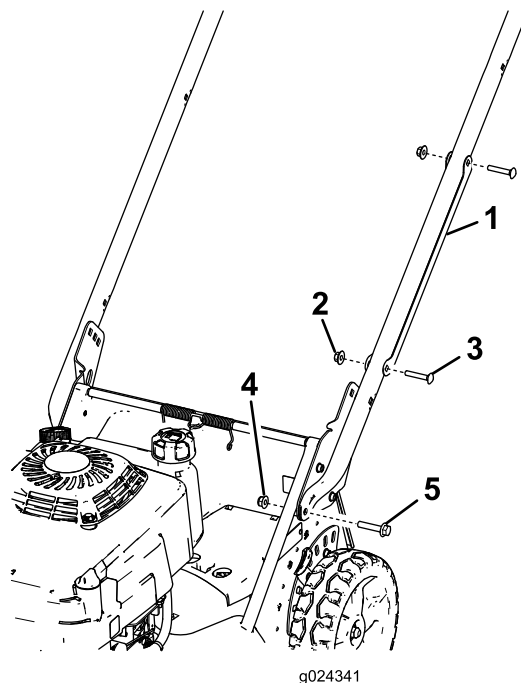

Figura 3
1. Retire los 2 pernos de cuello cuadrado y las 2 arandelas que sujetan el protector de cable al manillar, y retire el protector del cable del manillar (Figura 3).
2. Instale los extremos del manillar en la carcasa de corte con 2 pernos de cabeza hexagonal con arandela prensada (5/16" x 1½") y 2 tuercas con arandela prensada (5/16"), según se muestra en Figura 3.
1. Perno de cuello cuadrado – 5/16" x 1½" (2)
2. Soporte del manillar (2)
3. Tuerca con arandela prensada – 5/16" (2)
7. Posicione el protector de cable en el manillar **con el/los cable(s) dentro del protector**, y sujete el protector al manillar con los 2 pernos de cuello cuadrado y las 2 contratueras que retiró anteriormente (Figura 3).